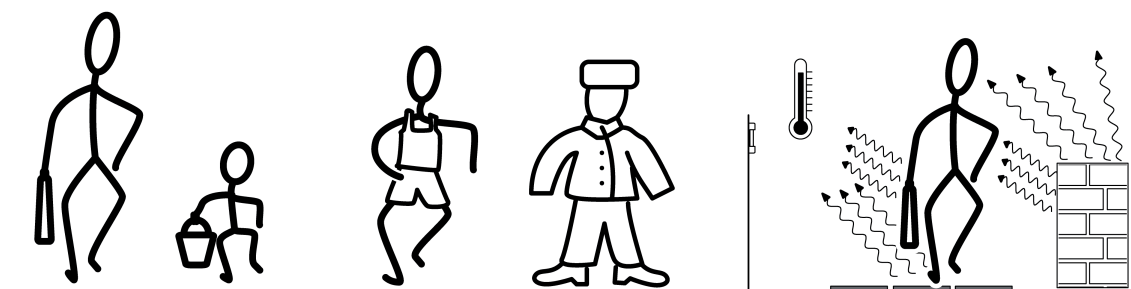

Bild 5: Größe, Isolierung und Kontrast von Wärmequellen
- Größe der Wärmequelle, z. B. Erwachsener oder Kind (Bild 5)
- Temperatur der Wärmequelle: Oberflächen mit 37 °C strahlen intensiver als mit 10 °C (Bild 5).
- Kontrast zwischen Wärmequelle und der Umgebung: Wenn die Wärmequelle genauso intensiv strahlt wie die Umgebung, ist die Erfassung deutlich erschwert (Bild 5).